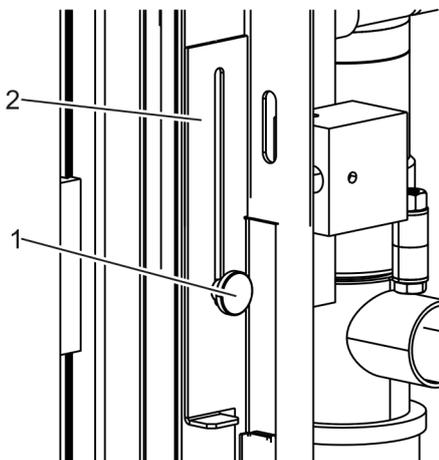

Abb. 41: Abdeckblech mit Klemmschraube
2. ➔ Abfüllventil gemäß Abb. 41 manuell in das Gebinde fahren. Hierbei stoppen, wenn die Abfüllventilöffnung innerhalb des Gebindes bzw. auf der Höhe des zukünftigen Medienspiegels nach der Abfüllung liegt.
3. ➔ Klemmschraube (Abb. 41/1) durch Drehen gegen den Uhrzeigersinn lösen.
- ⇨ Das Abdeckblech (Abb. 41/2) lässt sich verschieben.
- 5.** → Klemmschraube (Abb. 41/1) durch Drehen im Uhrzeigersinn wieder festziehen.